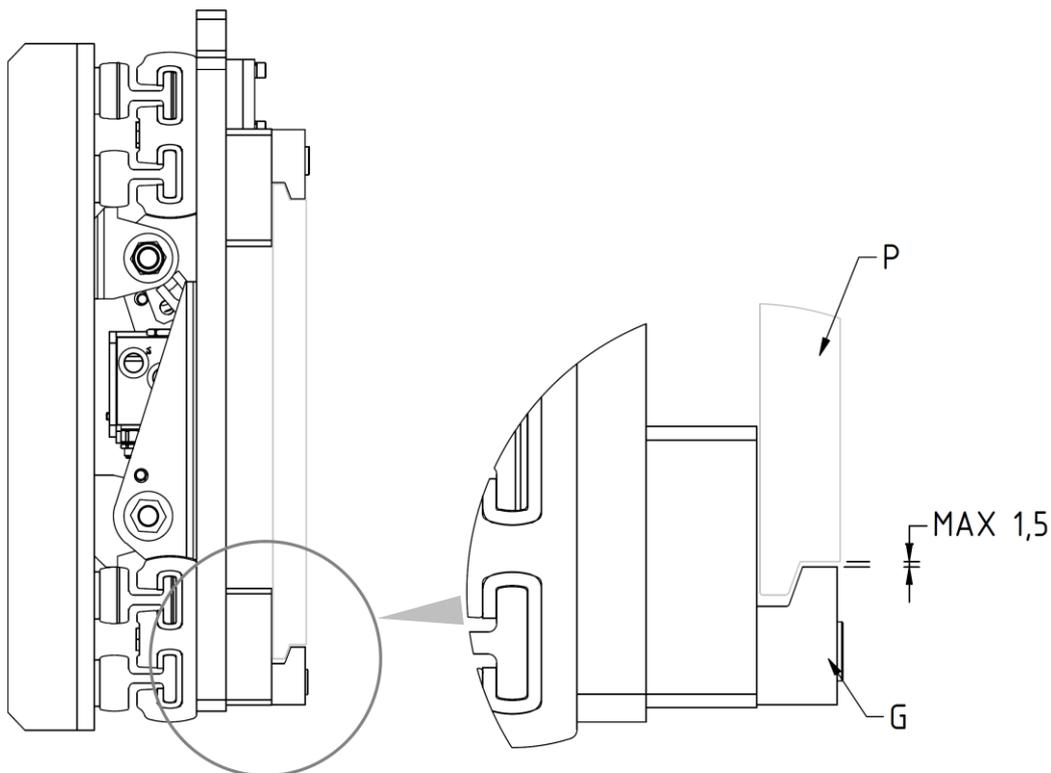

Abbildung 4
7. Schrauben Sie die 2 unteren Haken **G** wieder an, so dass sie unterhalb des Gabelträgers **P** befestigt werden (mit max. Spiel 1,5mm wie in *Abbildung 4*); für das Anziehen bitte das in *Tabelle 3* angegebene Anzugsmoment beachten.